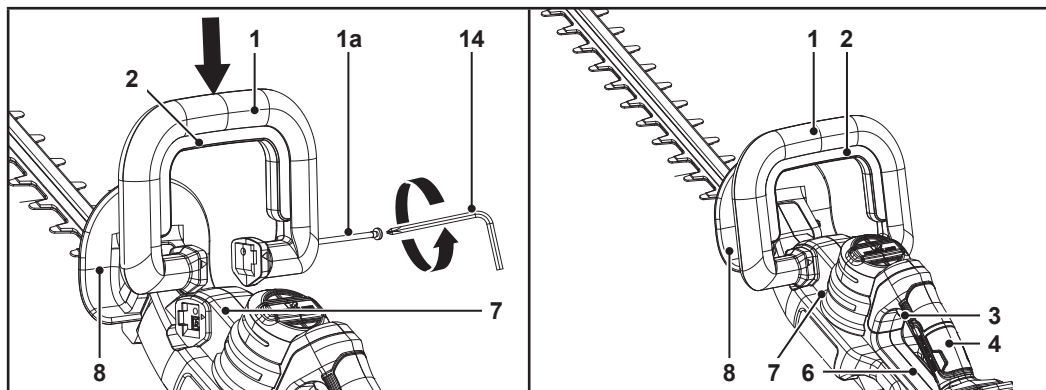

Fig. 1
1. Folosește cheia imbus/șurubelnița cu cap în cruce (14) pentru a scoate șurubul lung (1a) din mânerul frontal (1) (fig. 1).
2. Poziționează mânerul frontal (1) astfel încât săgețile de la capete să fie orientate spre locașurile de pe carcasă (7) (fig. 1).
3. Glisează mânerul frontal (1) în locașurile carcasei (7) până când se blochează în spații (fig. 1).
4. Fixează mânerul frontal (1) cu șurubul lung (1a) și cheia imbus/șurubelnița cu cap în cruce (14) (fig. 1).
**Apărătoare de siguranță frontală (8), apărătoare spate (6):** Aceste apărători îți protejează mâinile împotriva bucaților ascuțite de crengi tăiate care pot zbura sau sări spre tine (fig. 1).